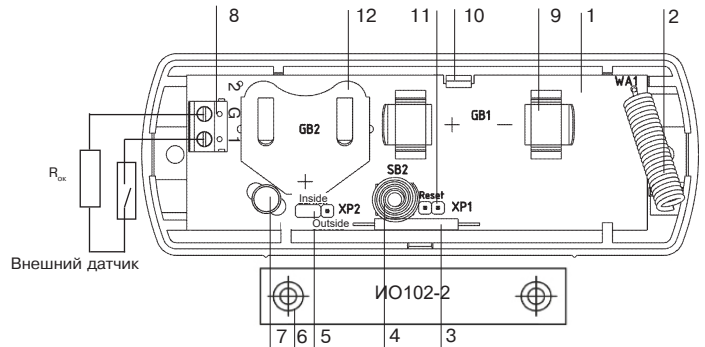

Рисунок 1
8.1 Перемычка (поз.5, рис.1) в положении OUTSIDE. Контролируется только линия «G 1», состояние встроенного геркона игнорируется.